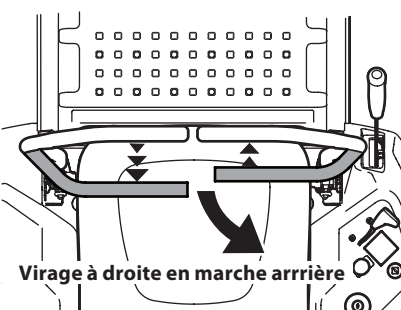

Figure 33
2. Pour tourner à droite en marche arrière, poussez la barre de conduite droite vers l'avant et tirez la barre de conduite gauche vers vous. Voir Figure 33.